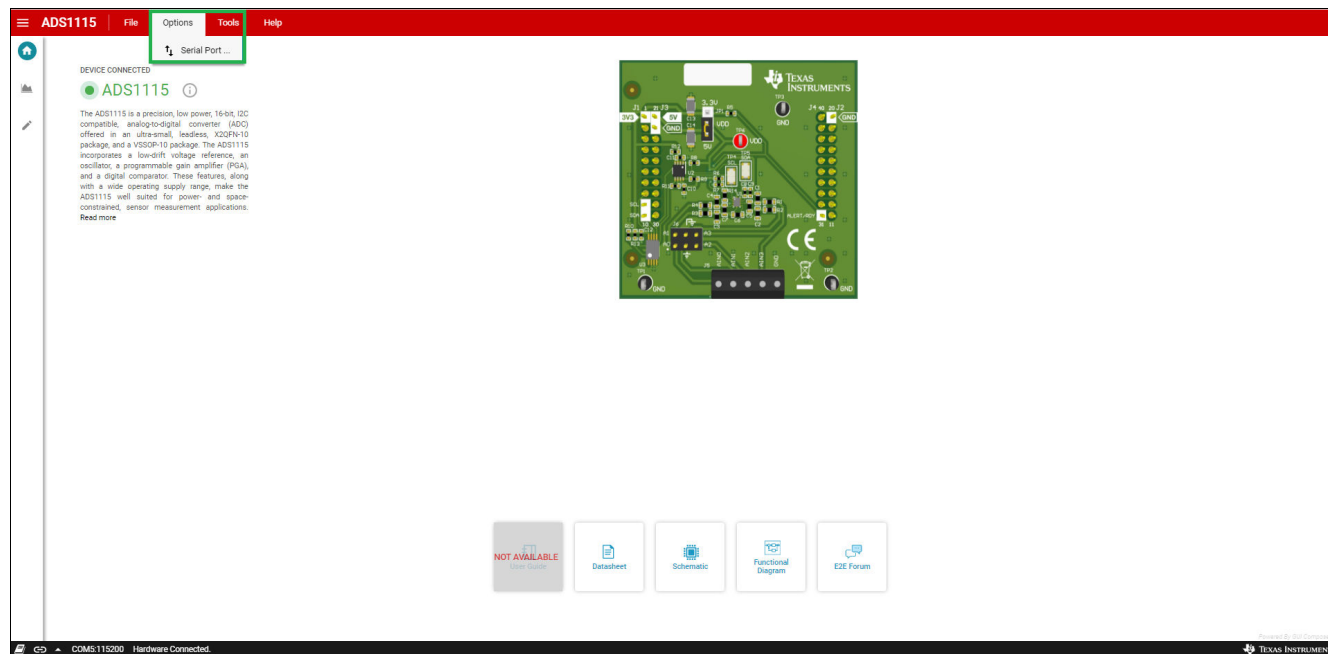
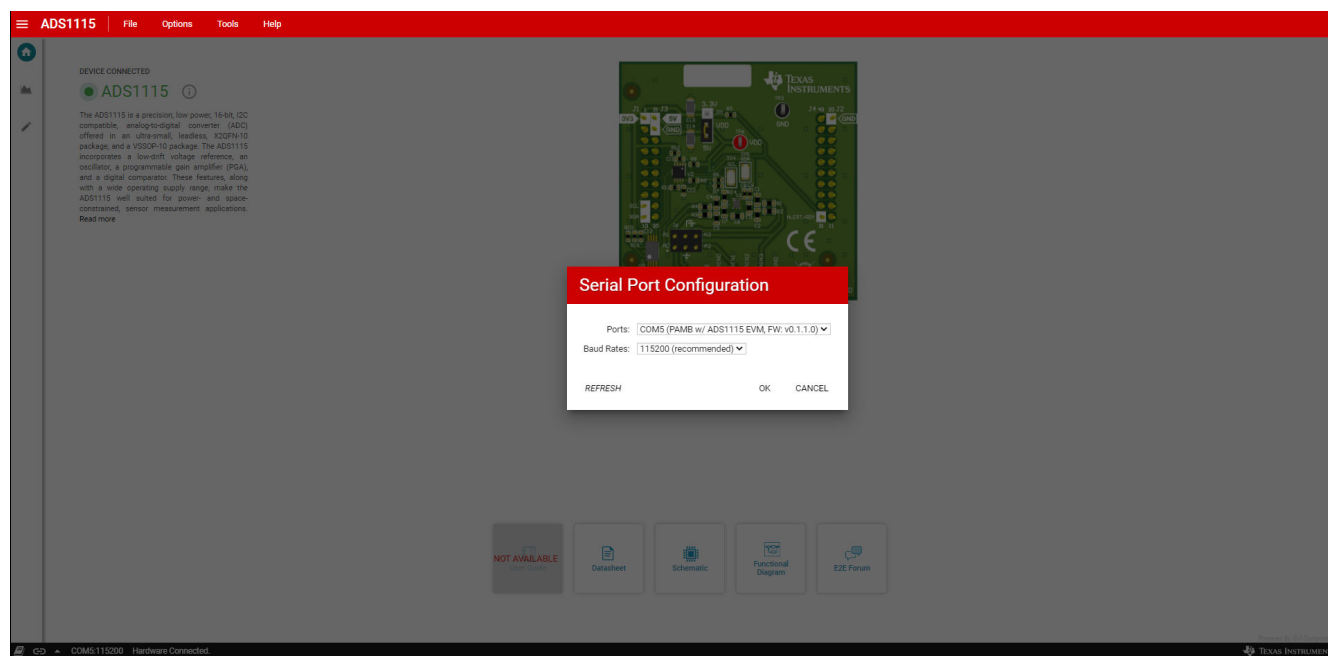

图 5-7. 选项菜单
图 5-8. 串行端口配置设置
**Options** (选项) 下拉菜单 (如图 5-7 中所示) 提供与 GUI 所用串行 COM 端口相关的信息。通过选择 **Serial Port** (串行端口), 串行 COM 端口信息会在弹出对话框中显示当前的 COM 端口设置 (图 5-8), 包含多个可在必要时更改 COM 端口或重新配置相关设置的选项。